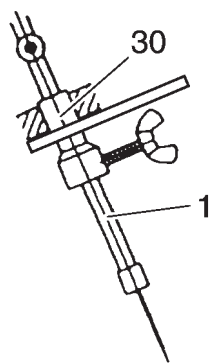

Рис. 19
- Вращением махового колеса в нормальном направлении переведите стержень игловодителя 1 в самое нижнее положение (рис. 19).